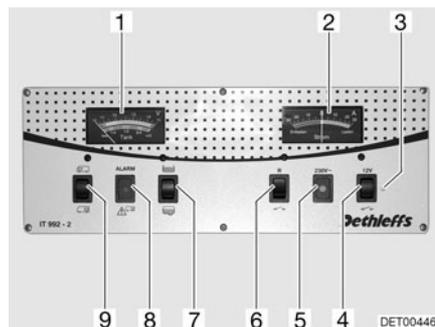

Fig. 137 Panel IT 992
Observar la escala superior del instrumento indicador V/depósito (Fig. 137,1). El instrumento indicador se ilumina automáticamente al accionar el interruptor.
- Pulsar el interruptor basculante (Fig. 137,9) por arriba "☰": Indica la tensión de la batería del motor de arranque.
- Pulsar el interruptor basculante (Fig. 137,9) por abajo "☷": Indica la tensión de la batería del habitáculo.
Observar la escala inferior del instrumento indicador V/depósito (Fig. 137,1). El instrumento indicador se ilumina automáticamente al accionar el interruptor.
- Pulsar el interruptor basculante (Fig. 137,7) por arriba : Indica la cantidad de agua.
- Pulsar el interruptor basculante (Fig. 137,7) por abajo : Indica la cantidad de aguas residuales.
La luz roja de ALARMA (Fig. 137,8) parpadea en cuanto la tensión de la batería del habitáculo baja de 11 V (medición durante el servicio) y hay peligro de descarga completa.
El instrumento indicador (Fig. 137,2) indica constantemente la corriente actual suministrada por la batería. El instrumento indicador se ilumina automáticamente al accionar el interruptor.
El interruptor principal de 12 V (Fig. 137,4) conecta y desconecta el panel y la alimentación de 12 V del habitáculo.
Conectar: ■ Pulsar el interruptor basculante (Fig. 137,4) por arriba "  ": La alimentación de 12 V del habitáculo está conectada. La luz de control (Fig. 137,3) se enciende de color verde.
Desconectar: ■ Pulsar el interruptor basculante (Fig. 137,4) por abajo "  ": La alimentación de 12 V del habitáculo está desconectada. La luz de control (Fig. 137,3) se apaga.
Se enciende la luz de control de 12 V (Fig. 137,3) cuando se conecta el interruptor principal de 12 V (Fig. 137,4).
Se enciende la luz de control de 230 V (Fig. 137,5) amarilla cuando hay tensión de red en la entrada del bloque eléctrico.
Conectar: ■ Pulsar el interruptor basculante (Fig. 137,6) por arriba: La bomba de agua está conectada.
Desconectar: ■ Pulsar el interruptor basculante (Fig. 137,6) por abajo "⏏": La bomba de agua está desconectada.